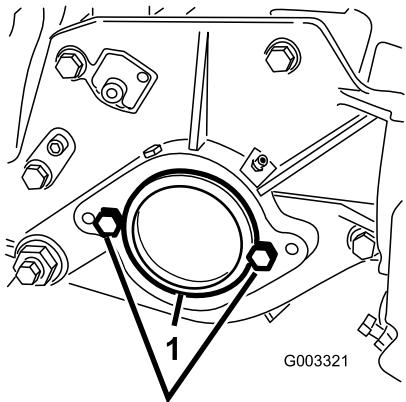

**Figure 6**
1. Sur les plateaux de coupe n° 2 et 4, enlevez les 2 vis qui fixent le contrepoids à l'extrémité gauche du plateau de coupe. Déposez le contrepoids (Figure 6).